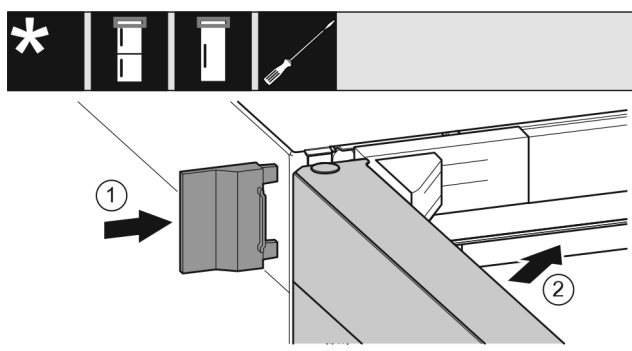

Fig. 20
- ▶ Natakните vanjski pokrov. Fig. 20 (1)
- ▶ Zatvorite gornja vrata. Fig. 20 (2)